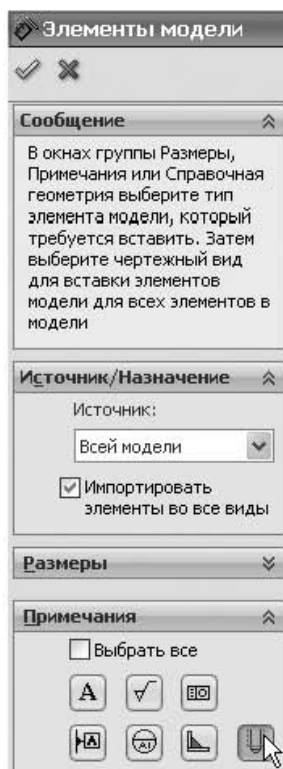

Рис. 6.10. Панель свойств команды Элементы модели
4. Если у вас не отображается резьба на видах и разрезах, выберите на ленте вкладку **Примечания** ▶ **Элементы модели** или эту же команду из меню **Вставка**. На появившейся панели свойств включите в разделе **Примечания** ▶ **Условные виды резьбы** (рис. 6.10).